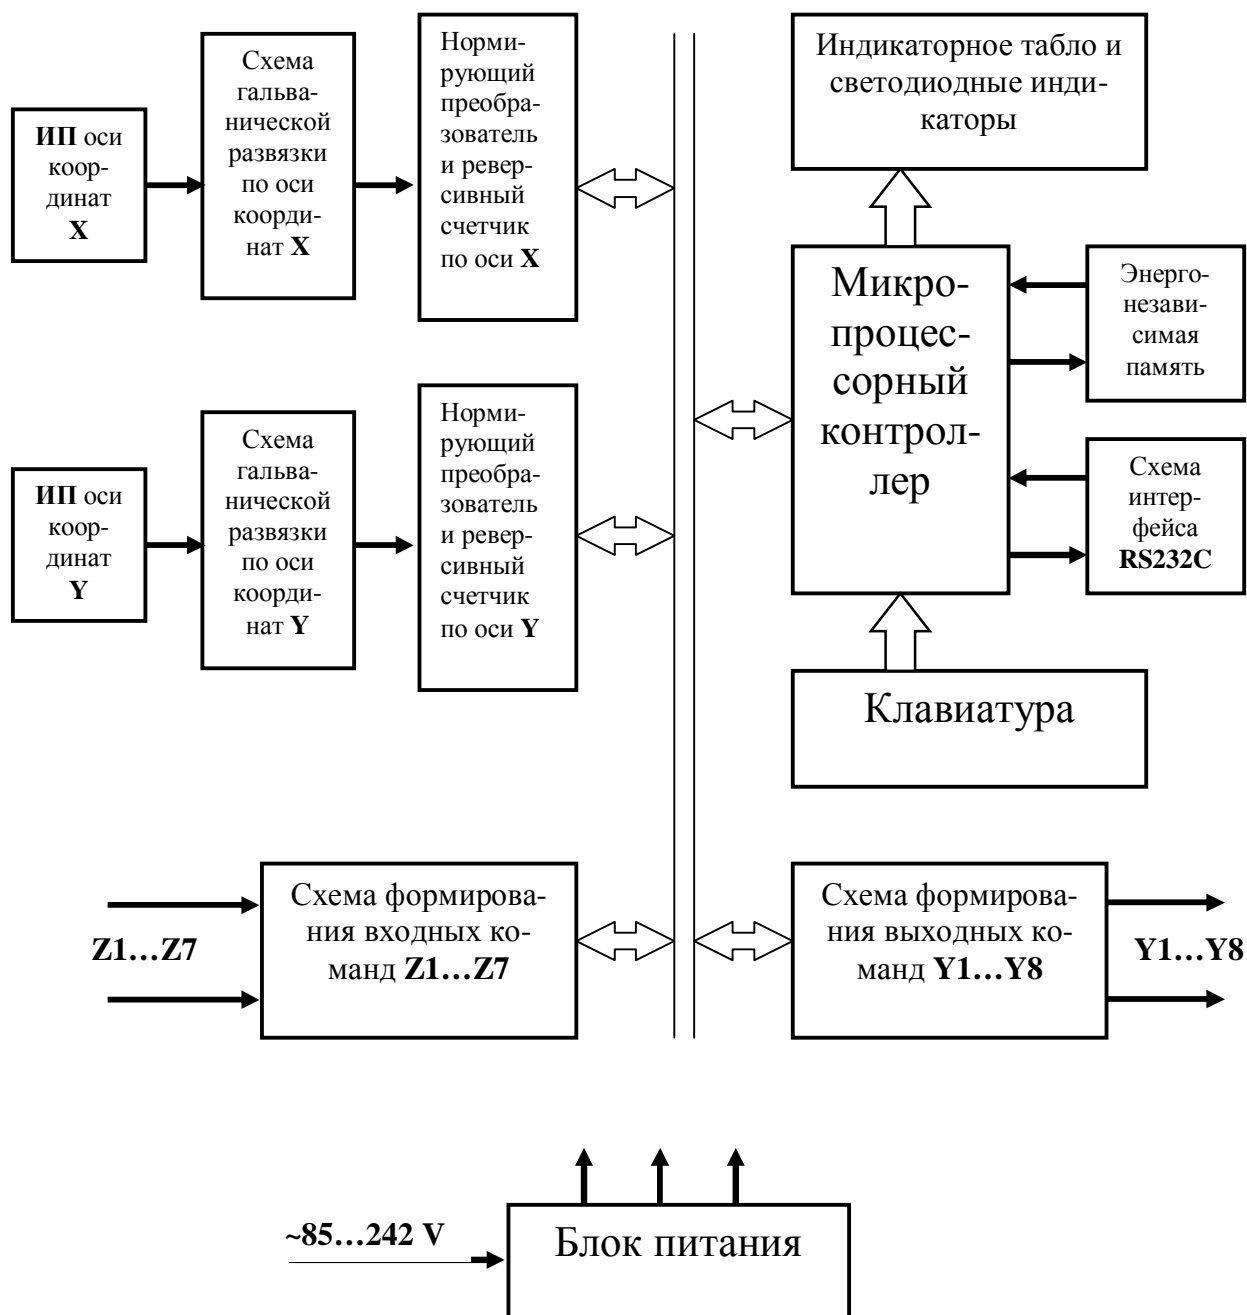

Рис.3.5
3.4. Аппаратно-функциональная архитектура УЦИ представлена на рис.3.5.